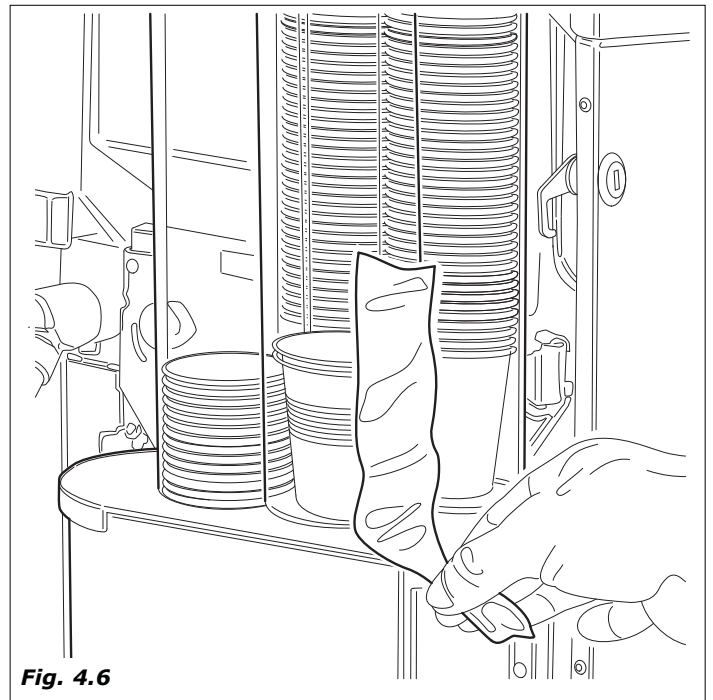

Fig. 4.6
- Colonne gobelet (exemple : figure 4.6).